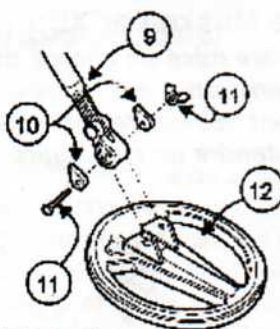

figure 2
2)- Le disque de détection doit être fixé au tube inférieur de canne isolant comme indiqué sur la figure 2, et clipser le mi de canne au bas de canne.